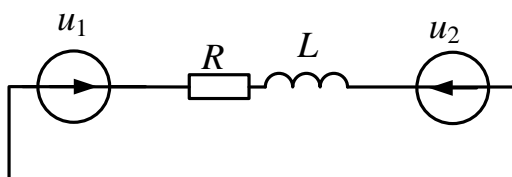

Рис. 3.1. Схема замещения фрагмента энергосистемы
1. По второму закону Кирхгофа и закону Ома рассчитайте ток в схеме рис. 3.1 для исходных данных согласно варианту (таблица 3). Частота обоих источников равна 50 Гц